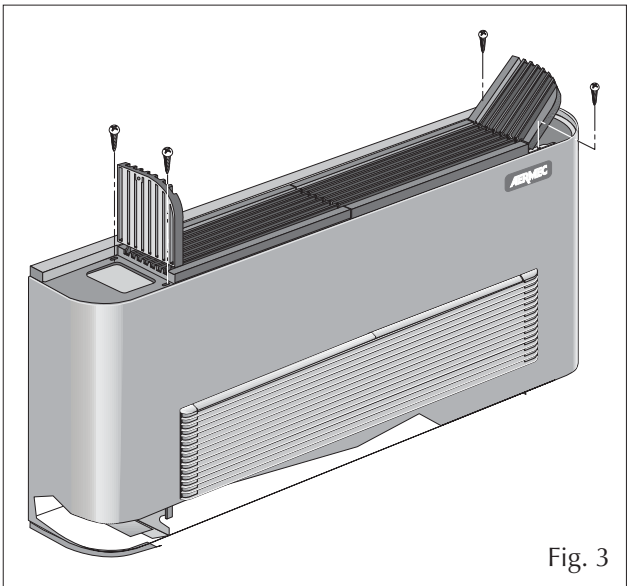

Fig. 3
a) Remove the housing by loosening the screws (Fig. 3).
a) Retirer la carrosserie en dévissant les vis (Fig. 3).